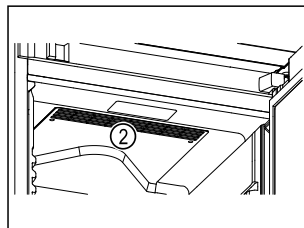

Fig. 68
- ☐ Lüftungsschlitze Fig. 68 (2) des Umluftgebläses im Innenraum freihalten.